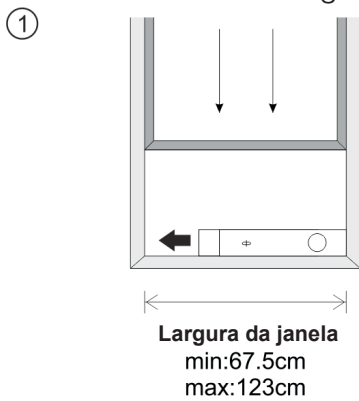

Fig. 5
A instalação do kite de janela deve ser efetuada na “horizontal” ou na “vertical”. Como se mostra na Fig. 5 e na Fig. 5a, verifique o tamanho máximo e mínimo da janela antes de proceder à instalação.
1. Instale o kit de janela na janela (Fig. 5, Fig. 5a);